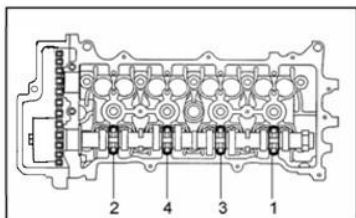

Рисунок II-32
7. Отвернуть 8 болтов, крепящих крышки подшипника в соответствии с рисунком (см. Рисунок II-32).